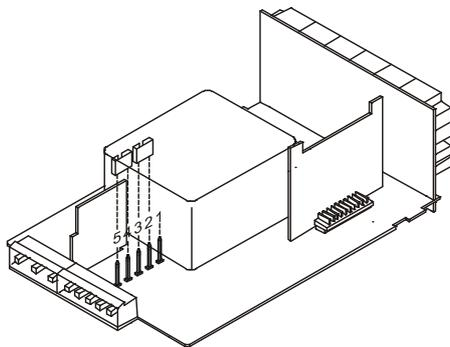

Fig. 11.2. Sélecteur d'alimentation de 230 V ou 48 V AC
**115/ 230 V AC** : Les instruments avec alimentation 115/230 V AC, sont livrés pour un raccordement à 230 V AC (marché USA 115 V AC), voir fig. 11.2. Pour passer l'alimentation à 115 V AC, déplacer les ponts comme indiqué sur la fig. 11.3 et le tableau 1. L'étiquette de l'instrument devra alors être modifiée et porter la nouvelle tension de service.
**24/ 48 V AC** : Les instruments avec alimentation 24/48 V AC, sont livrés pour un raccordement à 24 V AC, voir fig. 11.3. Pour passer l'alimentation à 48 V AC, déplacer les ponts comme indiqué sur la fig. 11.2 et le tableau 1. L'étiquette de l'instrument devra alors être modifiée et porter la nouvelle tension de service.